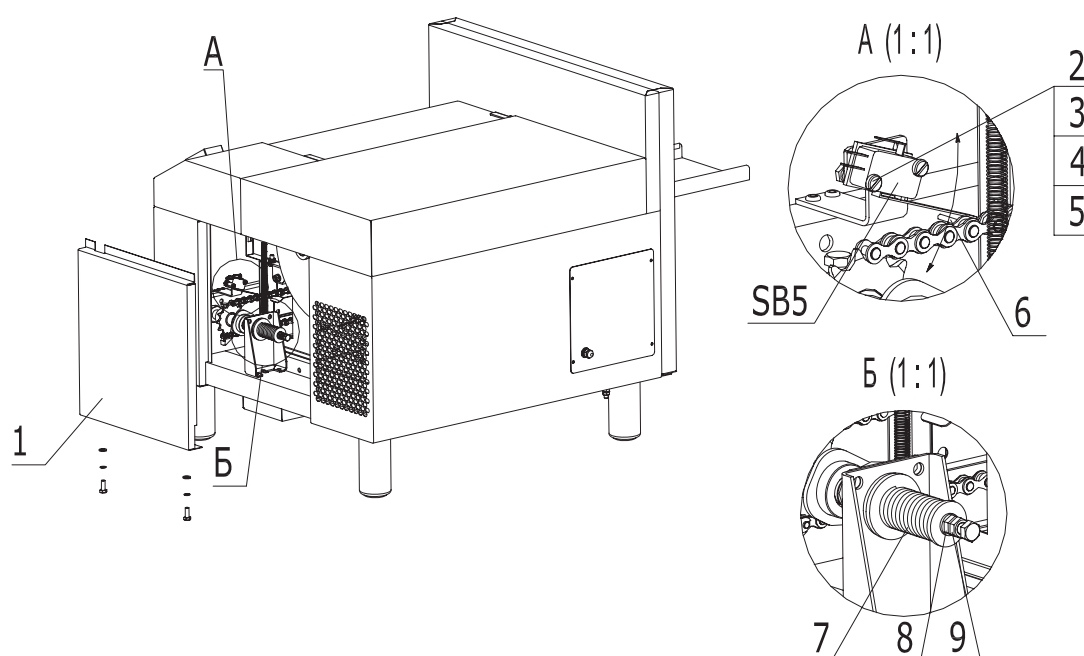

Рис.1
- регулировка подтормаживающей пружины (рис.1)